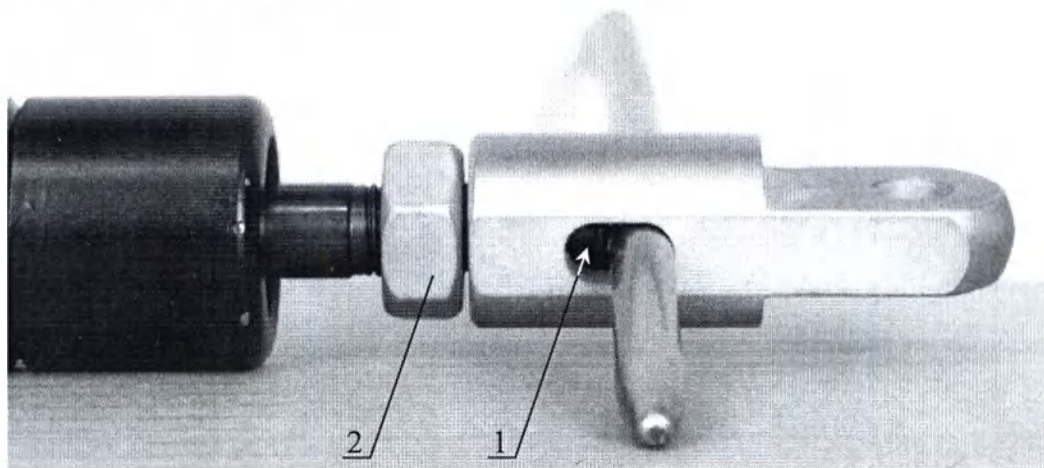

Рисунок 12. Регулировка газовых пружин
12.3.2 Вставьте прут $\varnothing 5$ в паз пружины (Рисунок 12) и вверните головку до соприкосновения с фиксатором пружины 1, затяните гайку 2.